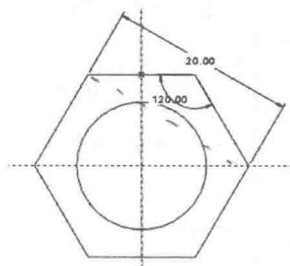

图 1-21
- (1) 单击工作区右侧工具栏中的 按钮，打开拉伸特征面板。
- (2) 单击 按钮，绘制拉伸截面，弹出 Section 对话框。
- (3) 选择螺柱毛坯的一个端面为草绘平面，选择 RIGHT 基准面为参考面。
- (4) 单击 Section 对话框中的 Sketch 按钮，系统进入草绘工作环境。
- (5) 绘制如图 1-21 所示的正六边形作为拉伸截面。